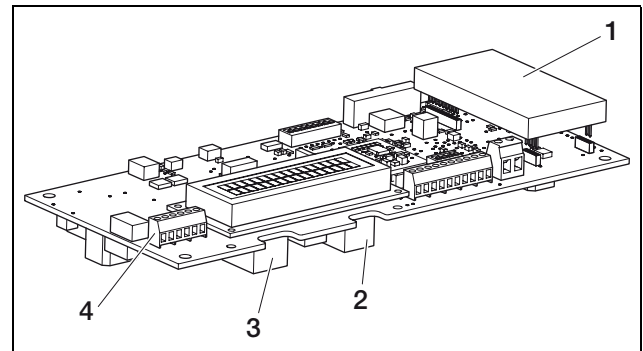

Abbildung 32: Kommunikationsschnittstellen
- Stecken Sie den Stecker des Ethernet-Kabels in die entsprechende Steckbuchse (3 in Abbildung 32).
- Stecken Sie den Stecker des Telefonkabels in die entsprechende Steckbuchse (2 in Abbildung 32).
Anstelle der Steckbuchsen RJ45 und RJ11 können Sie die sechspolige Schraubklemme zum Anschluss von Ethernetkabel und Telefonkabel nutzen (4 in Abbildung 32). Diese Anschlussart ist für die Installation in Großanlagen vorgesehen.